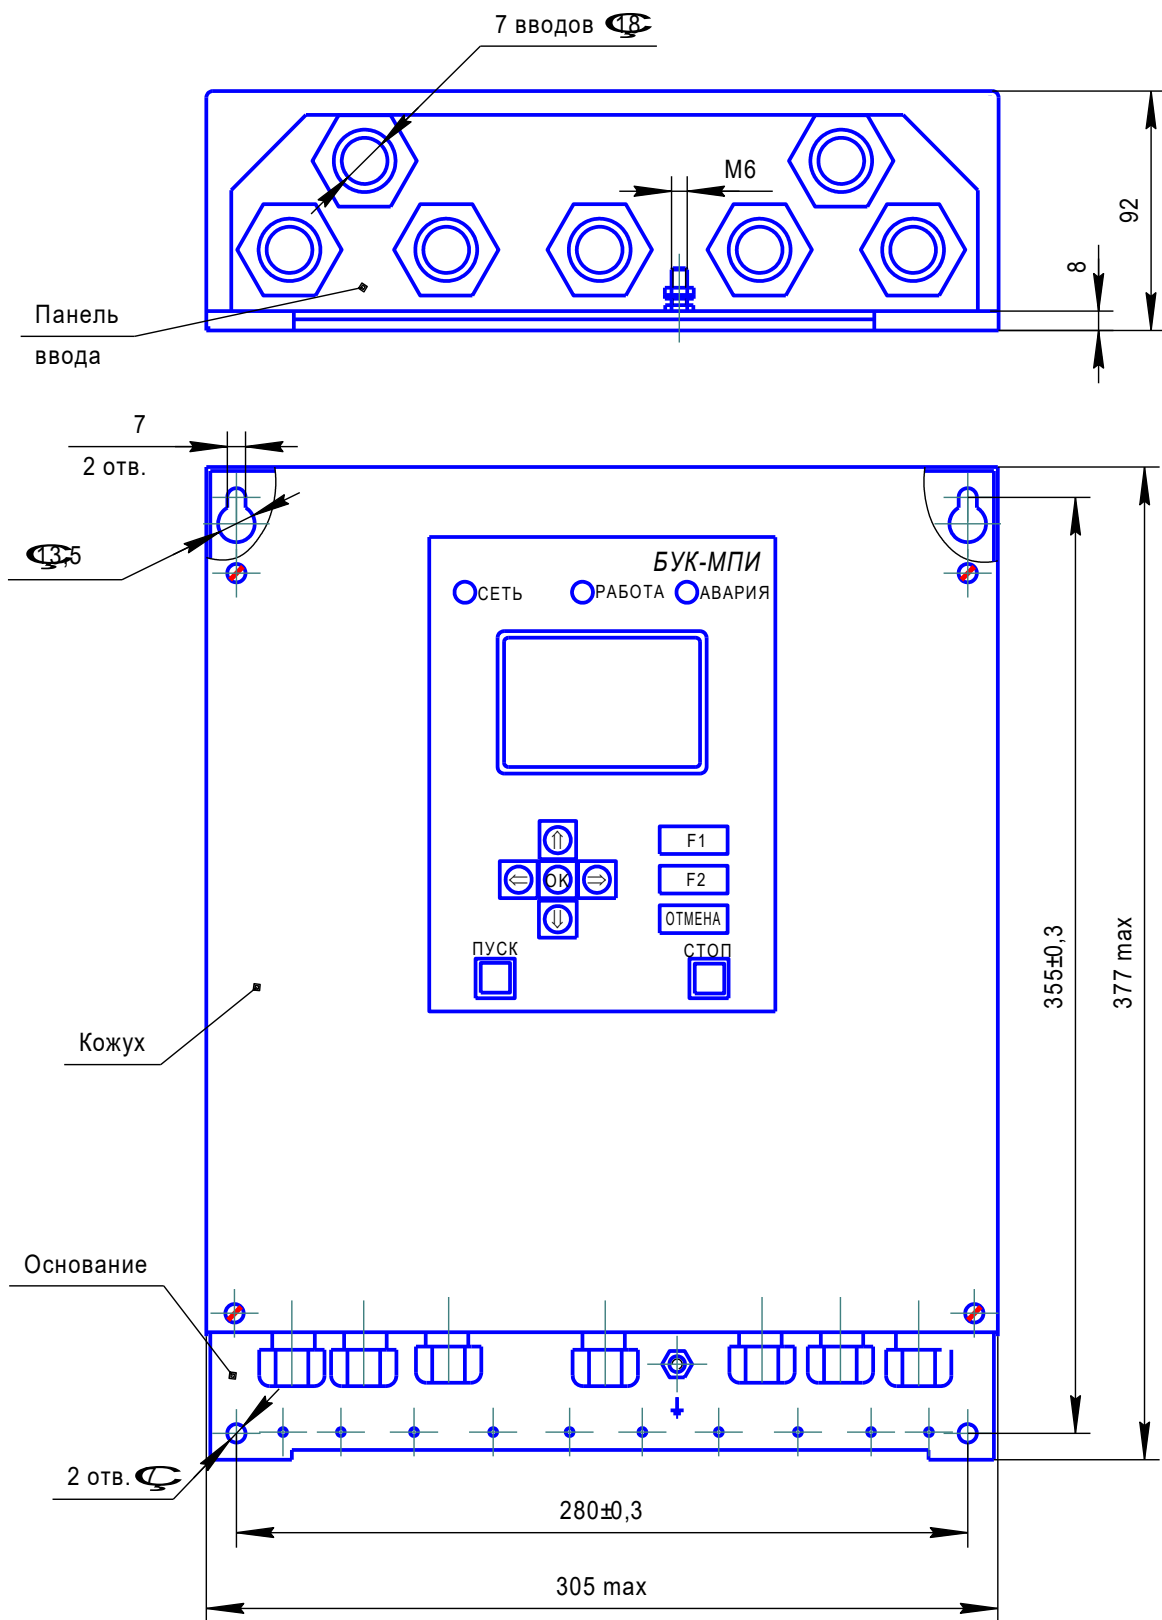

Рис. 1. Габаритные, установочные и присоединительные размеры.
1.8.1. Блок управления представляет собой настенный блок сварной конструкции со съёмным передним кожухом. Габаритные и присоединительные размеры приведены на рис.1.